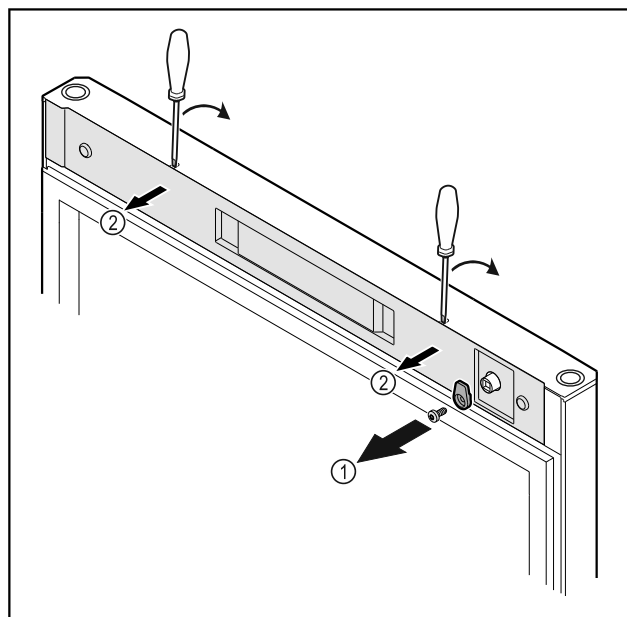

Fig. 6
- Svitare i ganci di chiusura Fig. 6 (1).
- Disinnestare la copertura Fig. 6 (1) con l'ausilio di un piccolo cacciavite e rimuoverla.